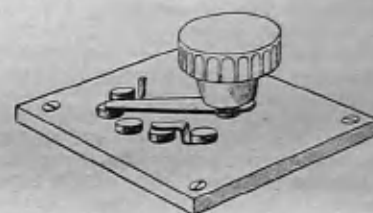

Рис. 2. Устройство переключателя К. П. I.
Для удобства и более надежного соединения, пятый контакт (5) переключателя КП1 имеет латунную пружинку, которая плотно прижимается к движку переключателя в тот момент, когда движок надвигается на 4-й (4) контакт, тем самым обеспечивая короткое соединение контактов 4 и 5 переключателя КП1 (рис. 2). В то же время, когда движок переключателя находится на первых трех (1, 2, 3) контактах, между четвертым контактом и латунной пружинкой образуется воздушный зазор около 1 мм.